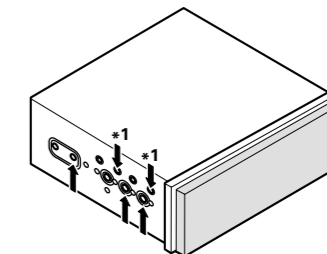
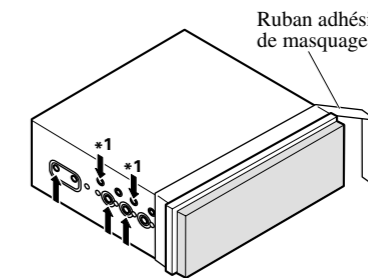
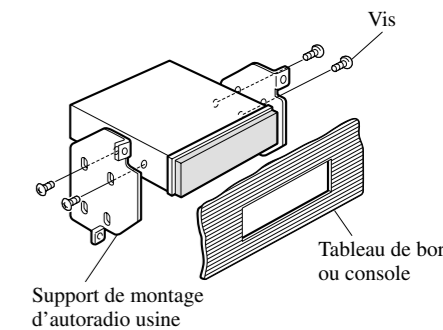

Fig. 17
Fig. 18
Fig. 19
- **Fixation de l'appareil au support de montage d'autoradio pourvu par l'usine. (Fig. 17) (Fig. 18) (Fig. 19)**